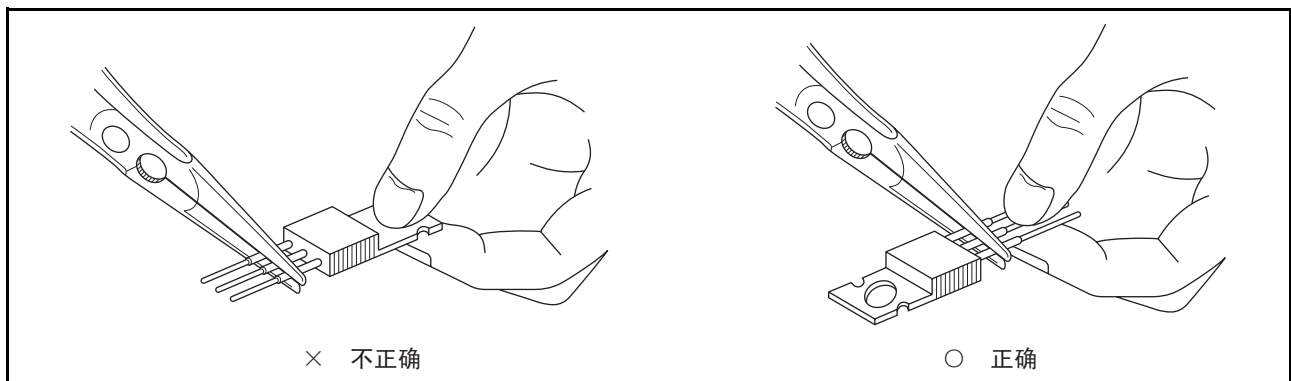
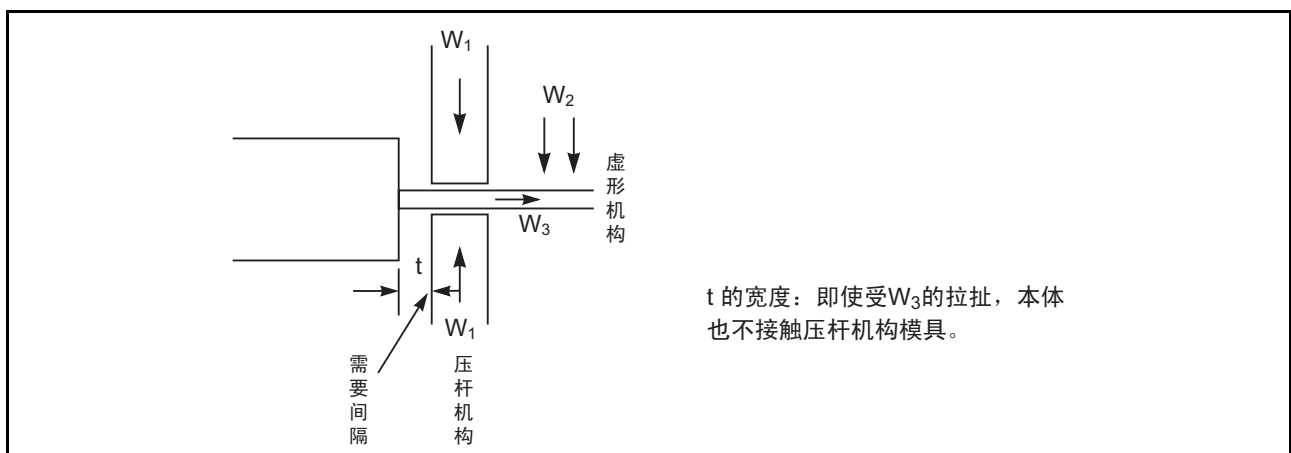

图1 引线的弯折方法
图2 使用模具弯折引线的方法
- (1) 在弯折引线时，为了防止在封装本体与引线之间施加相对应力，必须固定弯折点与本体之间的引线，不要触摸本体，也不要拿着本体弯折引线（参照图1）。另外，当使用模具进行大量引线的成形时，必须设置固定引线的机构，要注意引线压杆机构不能对器件本体施加应力（参照图2）。